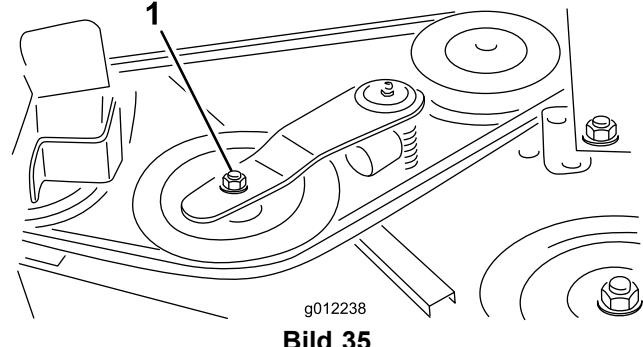
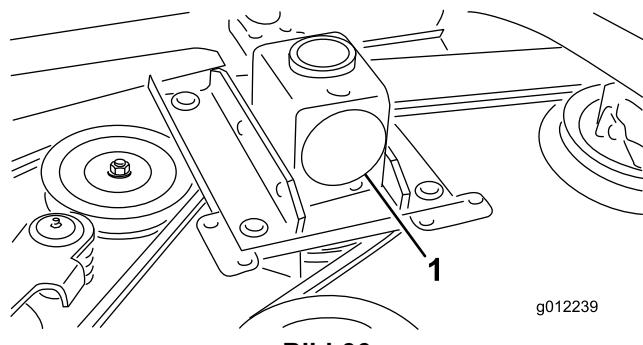

Bild 35
Bild 36
2. Schieben Sie die Spannscheibe mit einem Schraubenschlüssel oder einem ähnlichen Werkzeug (Bild 35) vom Treibriemen und lassen Sie den Riemen von der Getriebespansscheibe rutschen (Bild 36).